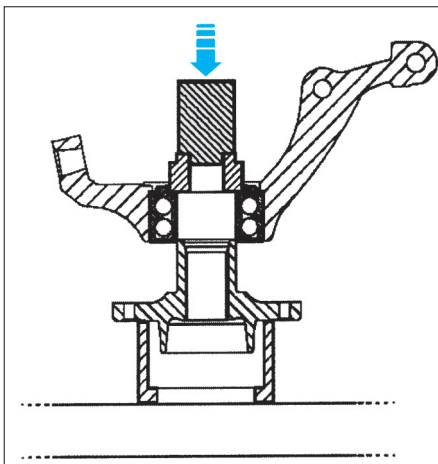

FIG. 16
- engager le pivot sur le moyeu à l'aide d'un mandrin de 57 mm de diamètre extérieur (fig. 16).